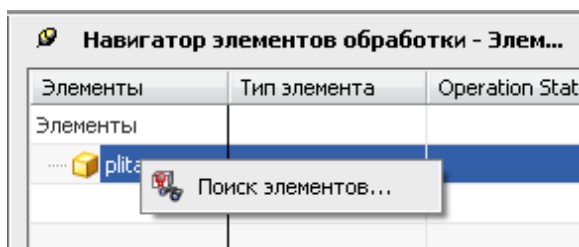

Рисунок 46 Окно навигатора операций
1. Для распознавания элементов выберите вкладку «Навигатор элементов обработки» , расположенную на границе графического окна. В окне «Поиск элементов» (рисунок 46) выберите «Параметрическое распознавание» в списке «Тип».